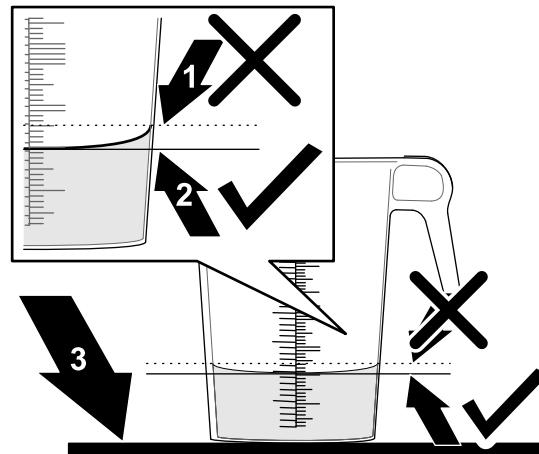

Figura 47
- Ponga el recipiente graduado en una superficie nivelada y observe el volumen de fluido (Figura 47).